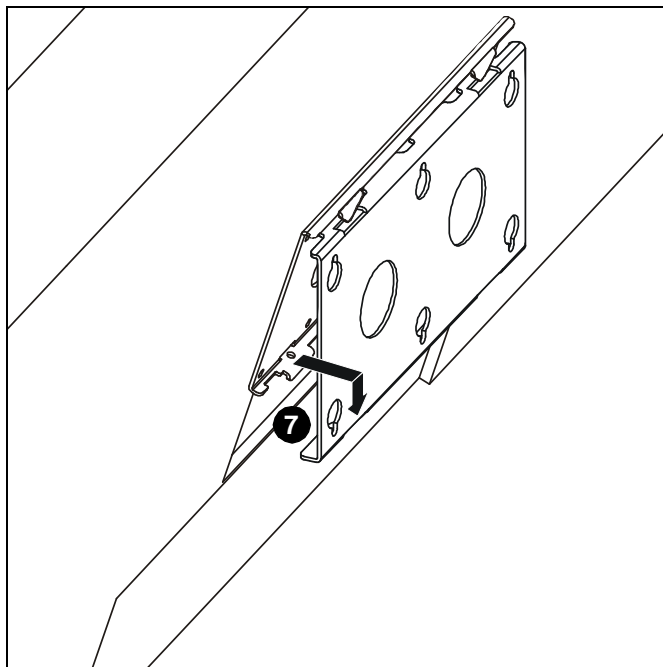

Figure 11
7. Vérifiez que les onglets supérieurs sont bien en position tel qu'indiqué à l'étape 6, puis insérez les onglets inférieurs de la plaque frontale dans les fentes en bas du support mural. (Voir figure 11)